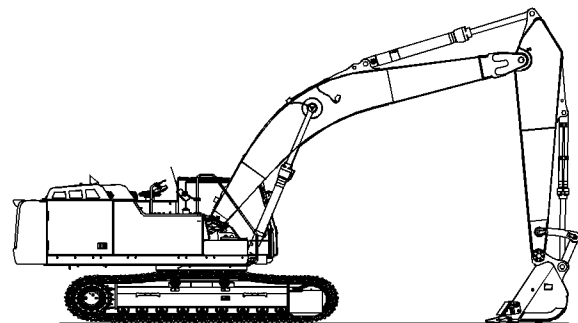

Fig. 517
15. Stil dernæst maskinen med udstyret som vist på fig. 517 . Kontrollér maskinen for olielæk.